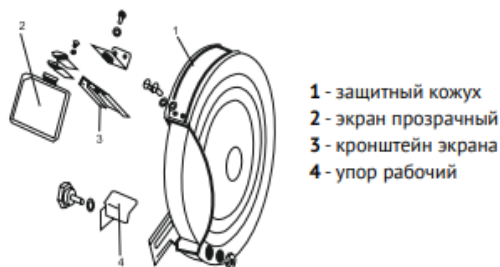

Рис. 2
Закрепите на кожухах, используя крепёж из комплекта поставки, рабочие упоры (6) (рис. 1) и защитный прозрачный экран (2) (рис. 1), как показано на рис. 2.